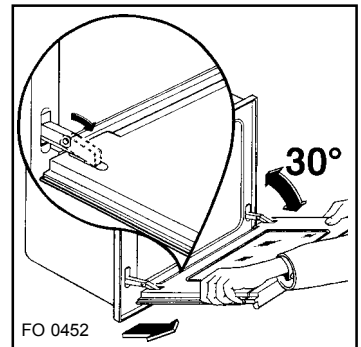

Abb. 5
- 3) schließen Sie die Tür, bis sie die Hebel berührt und drücken Sie zuletzt die Tür so, als ob Sie sie schließen wollten und ziehen Sie sie dabei nach außen weg (Abb. 5);